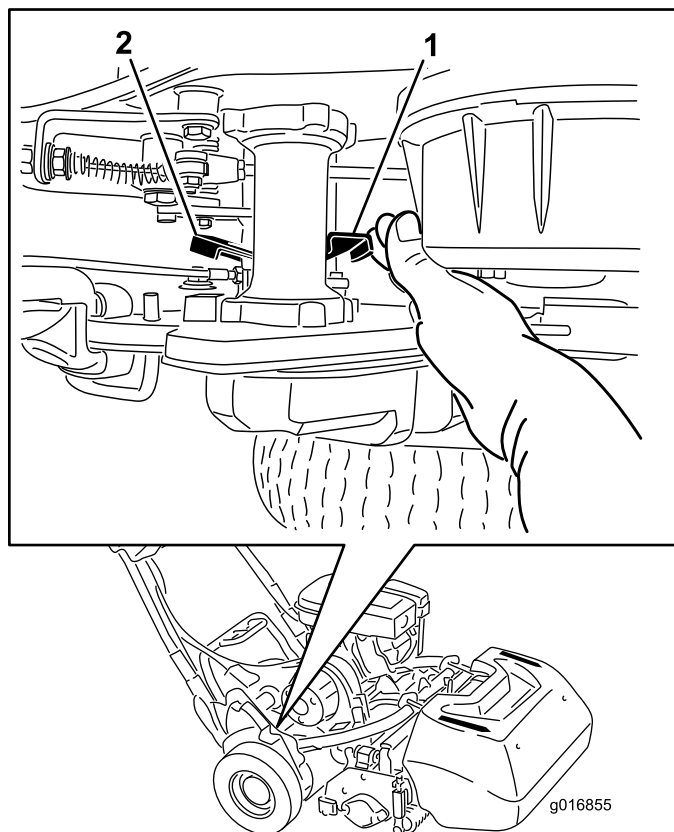

图29
1. 在机器的右后角，找到靠近驱动装置壳体轮鼓的牵引接合/分离控制杆（图29）。